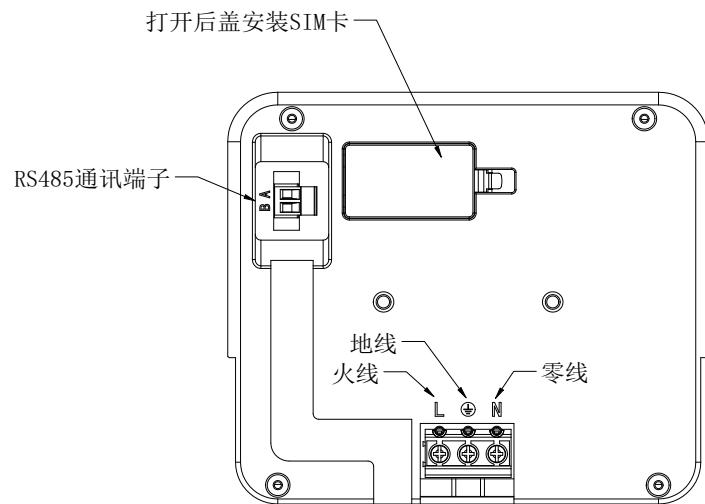

图 16
(1) 设备背面接线端子定义如图 16 所示，若订购的设备配有 4G 功能，请在安装设备前打开设备背面的后盖，安装 SIM 卡。